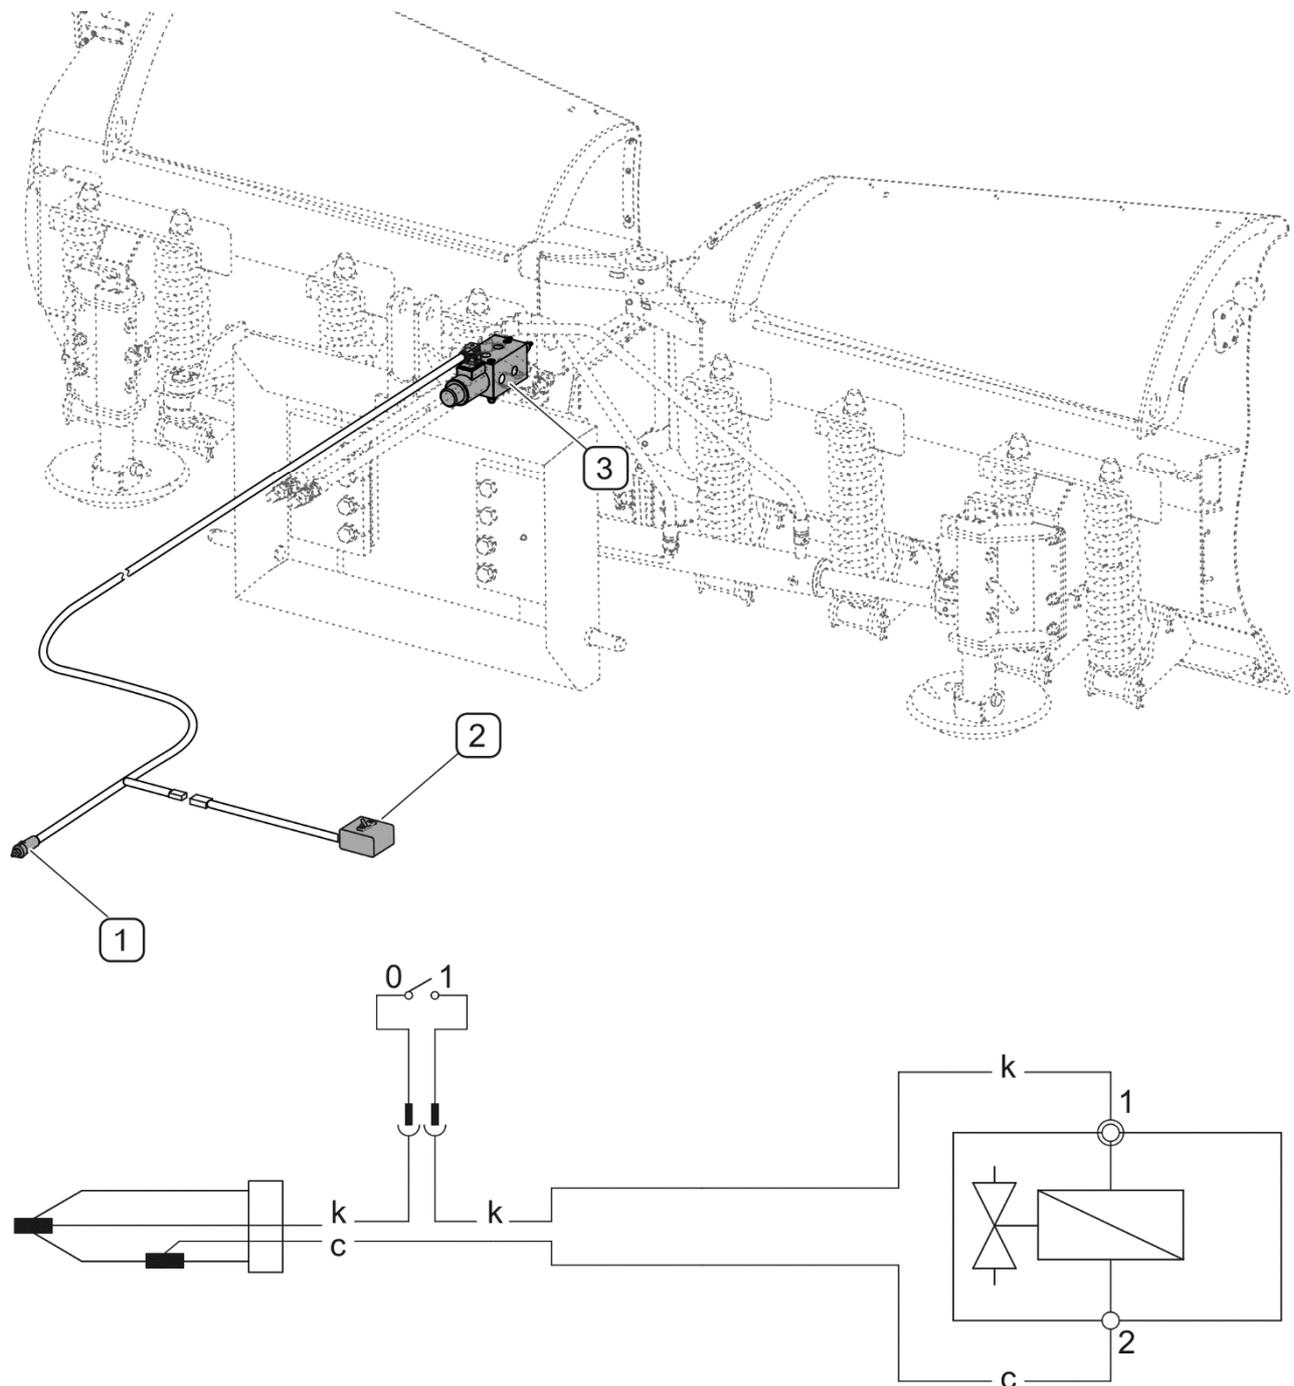

ABBILDUNG 3.5 Aufbau der elektrischen Steuerung des Magnetventils
(1) - Stecker für den Anschluss an die Bordspannungssteckdose; (2) - Schalter;
Mit der elektrischen Steuerung (ABBILDUNG 3.5) wird das hydraulische Magnetventil (3) gesteuert. Die Stromversorgung erfolgt über die 12V Bordspannungssteckdose der Elektrik des Trägerfahrzeugs.